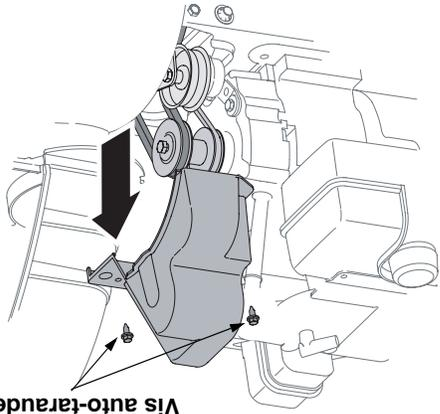

Figure 22
- Démontez le couvre-courroie en retirant les deux vis auto-taranduses qui le maintiennent sur le châssis de la souffeuse. Voir la Figure 22.
Démontez le couvre-courroie en retirant les deux vis auto-taranduses qui le maintiennent sur l'habitacle de la souffreuse. Voir la Figure 22.